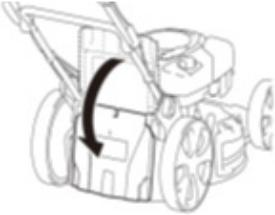
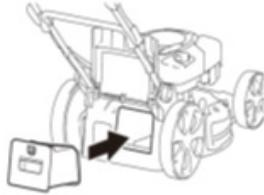
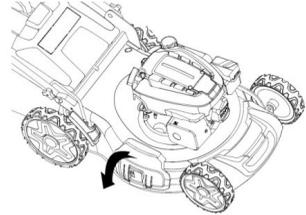

Fig. 6A
Fig. 6B
Fig. 6C
2. Cuando se rompa la hierba, empuje la cuña de mulching hacia la plataforma. Bloquee la cuña de mulching con el botón en la abertura de la plataforma. (Fig. 6A/ Fig. 6B/ Fig. 6C)